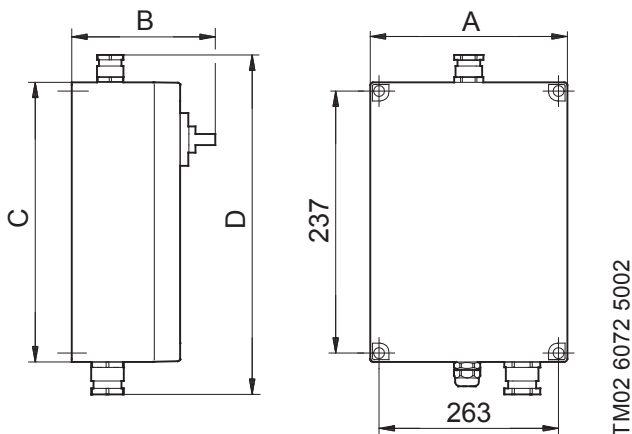

Fig. 6
- Aftag kabinettets forplade, og monter kontrolboksen på en plan flade med fire skruer gennem monteringshullerne i kabinettets bagplade, se fig. 6. Kabelforskrutningerne til pumpe og svømmerafbryder skal vende nedad.